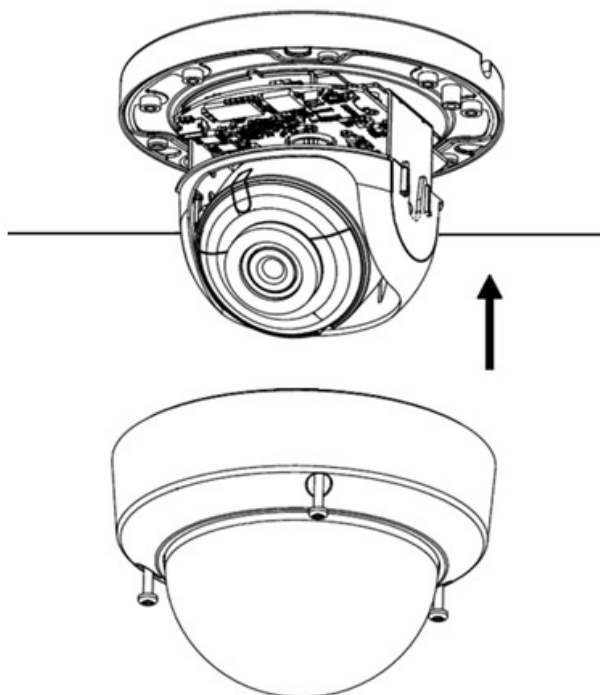

Рисунок 8. Установка купола камеры
8. Установите купол камеры и затяните винты. См. рис. 8.